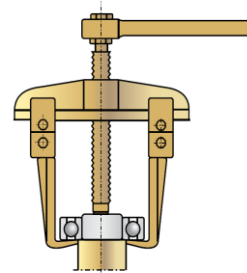

Abbildung 11.1: Geräte zum Abziehen von Lagern
5. Entfernen Sie das an der hinteren Wellenspitze befestigte Lager mit einem Lagerabzieher (Abbildung 11.1). Nach dem Entfernen wird das Lager entsorgt.
6. Entfernen Sie das an der hinteren Wellenspitze befestigte Lager mit Hilfe eines Lagerabziehers (siehe Abbildung 11.1). Nach dem Entfernen muss das Lager entsorgt werden.